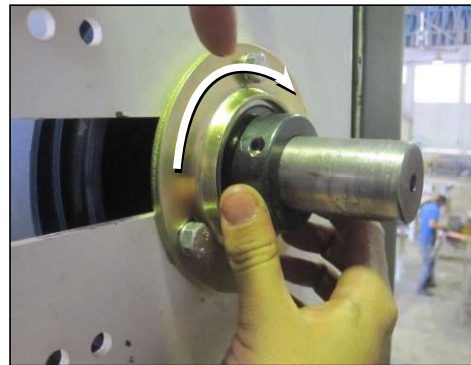

Figura 21
5. Após centralizar o eixo deixando a mesma folga nas laterais, apertar os colares no sentido horário. (Veja Figura 21).